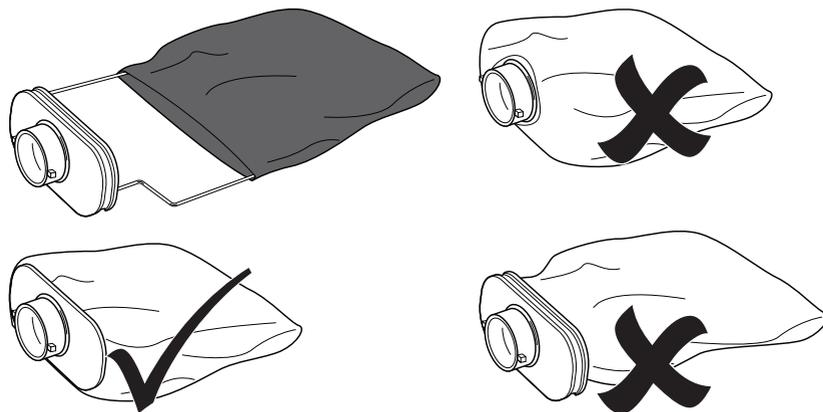

Fig. 18
- > Remplacez le sac à poussières (8a) sur l'adaptateur du sac à poussières (8c), en vous assurant que le col élastique est correctement positionné (Fig.18) et réinstallez-le sur le produit.